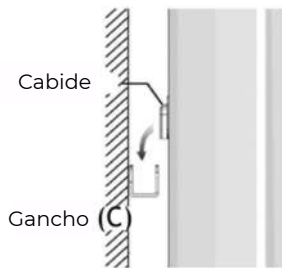

Figura 9
► Pendure o aquecedor nos dois ganchos (C) na parede. Certifique-se de que o aquecedor está corretamente fixado em ambos os ganchos. (Figura 9).